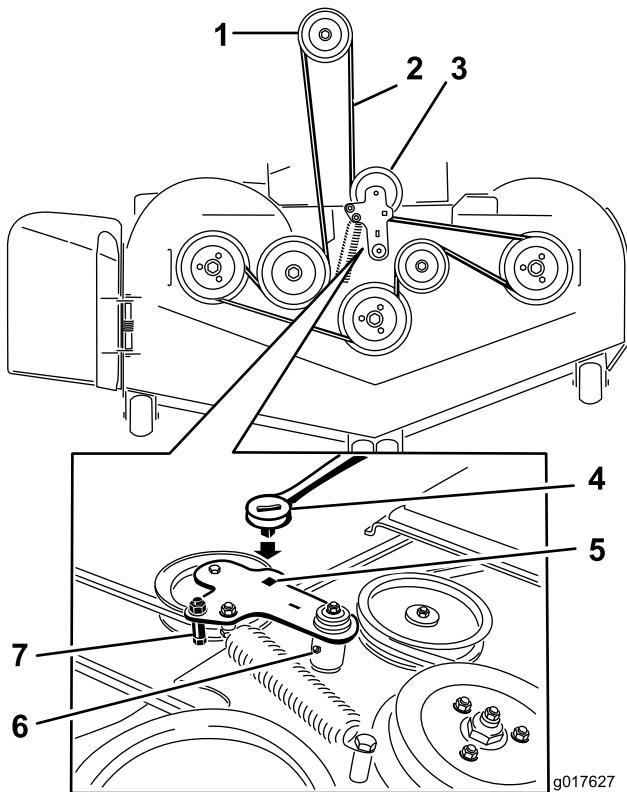

図 82
- フロアパンを持ち上げて、デッキアイドラの四角い穴にラチェットを差し込む図 82。
- デッキアイドラを右に回転させて刈り込みベルトを外す図 82。